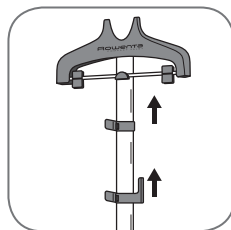

fig. 6a
6. Ajustez le mât à la hauteur voulue en le glissant vers le haut puis verrouillez les 2 clips. (fig. 6a, 6b)